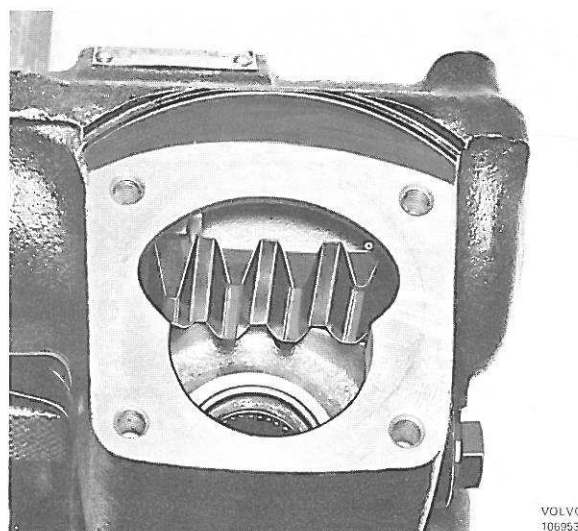

Figure 121. Position centrale
14. Placer les dents des pistons en position centrale, c'est-à-dire l'espace entre la deuxième et la troisième dents juste devant le trou d'axe porte-secteur, figure 121. Faire un réglage de précision pour faire coïncider le repère de la vis sans fin de direction avec celui du boîtier.